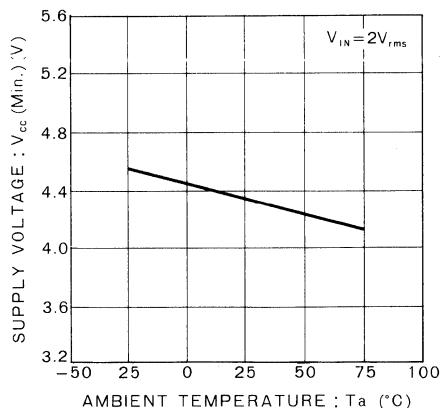

Fig.6 16点目点灯限界電源電圧－周囲温度特性
- 2) 16点目の電源電圧による点灯限界は、温度によりFig.6に示すような特性をもっていますので注意してください。